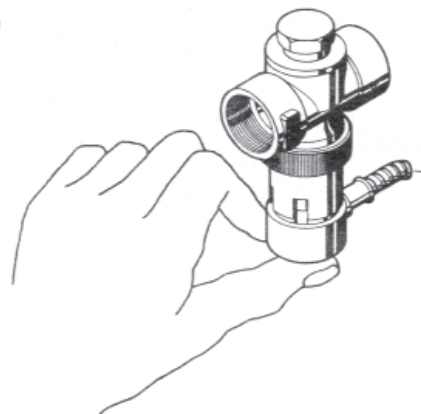

Fig. 64 - Dispositivo termico di sicurezza.
- Se si preme un cappuccio rosso contro la valvola (Fig. 64) dovrebbe scorrere acqua nell'imbuto.